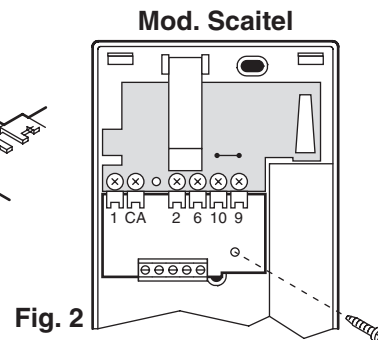

Fig. 2
- fixer le dispositif sur la base à l'aide de la vis livrée de série (Fig. 2);